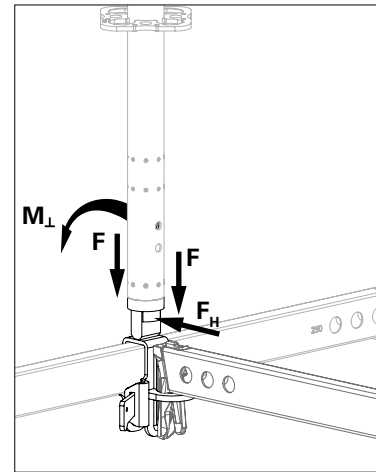

Abb. A11.13a
- Zul. max. Querkraft $F_H = 5$ kN, Zul. max. Moment $M_\perp = 0,17$ kNm. Es darf nur das Moment oder die Querkraft mit den Maximalwerten eingeleitet werden. Bei Überlagerung von Moment und Querkraft muss das Bauteil separat nachgewiesen werden. (Abb. A11.13a)